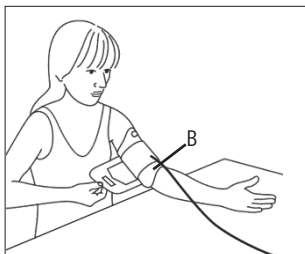

Abb. 2
- Die Aussparung B (siehe Abb. 2) an der Manschette, gegenüber der Griffflasche, sollte in der Ellenbeuge liegen. Der Schlauch sollte mittig in der Ellenbeuge liegen und in Richtung Hand weisen.